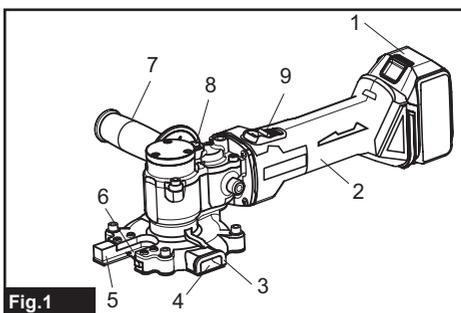

Fig.1
- Fig.1: 1. Bateria 2. Motor 3. Suporte do saco de pó 4. Tomada 5. Guia 6. Disco de corte com ponta 7. Alça 8. Botão de Travamento 9. Comutador